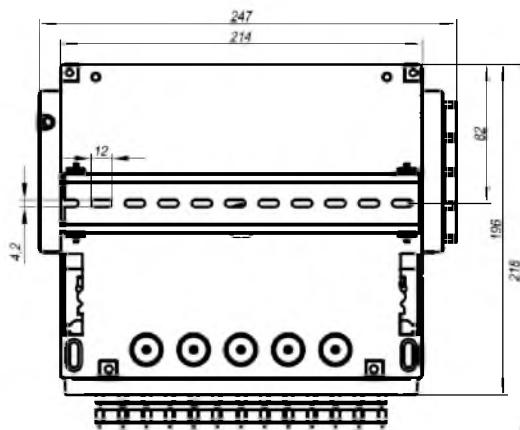

Рис. 8 БКУ с установленной DIN рейкой
2.2.8 Установить и закрепить БКУ на DIN рейку. Присоединительные размеры указаны на рис. 8.